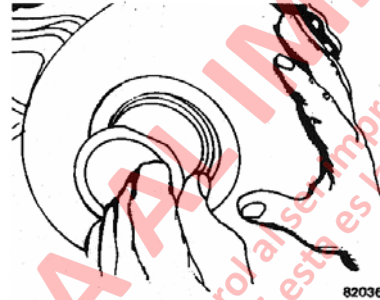

FIGURA 3-21. ENSAMBLE DEL TAPON
10. Saque el extremo roscado del tapón a través de la boca de la cubierta. (Consulte la Figura 3-21).